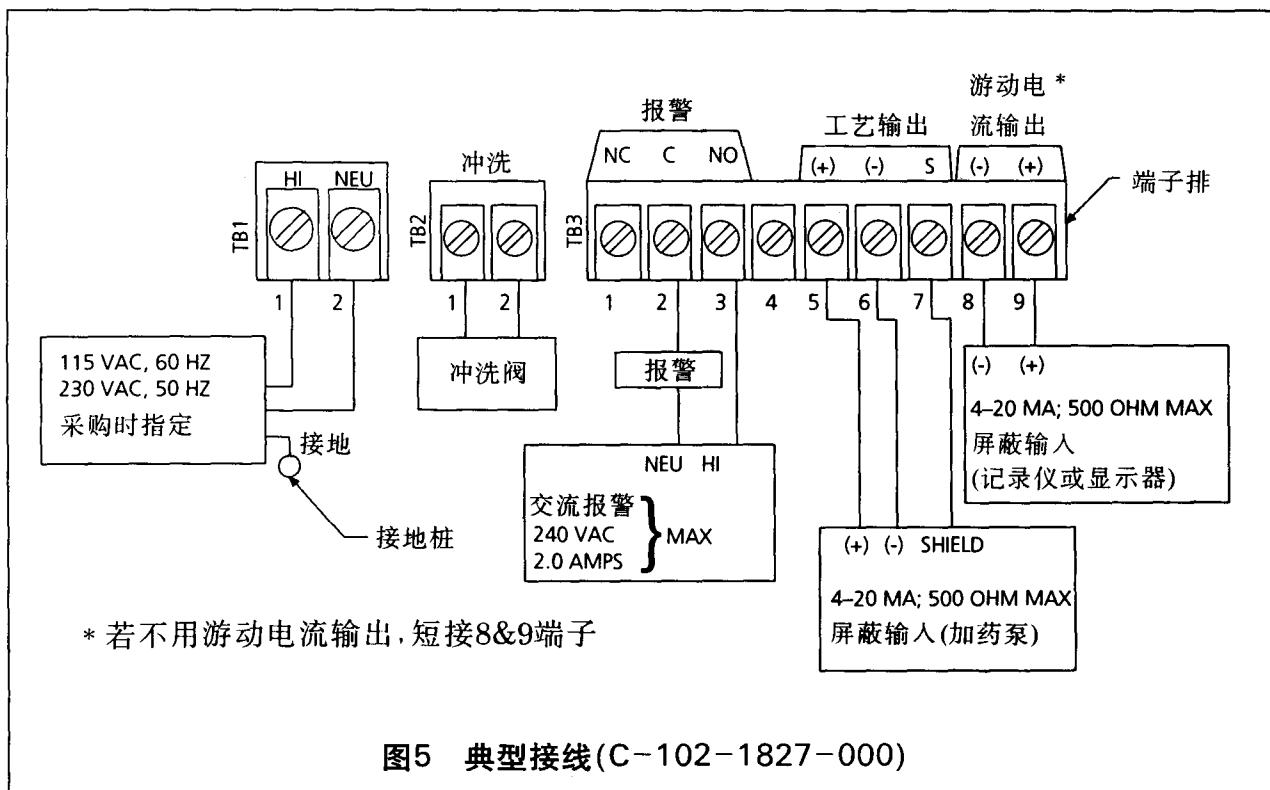

图5 典型接线(C-102-1827-000)
1. 仪表的端子排接线是通过拆下其侧板进行, 可用到3个端子排(见图5):
将电源导线如图5 – 典型接线所示接到端子排1(TB1)中合适的端子上。
在SC5200上有两路4~20毫安输出信号(见图5,典型接线)。
在信号超出范围时(常开状态)时动作的典型报警接线,如图5所示。